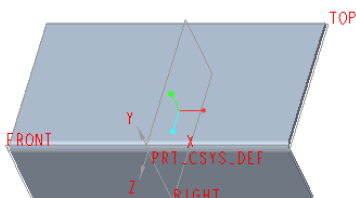
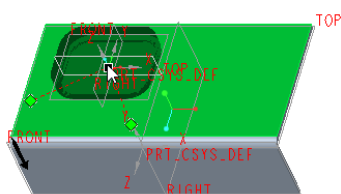

图 2-8 原始钣金件
图 2-9 指定放置参考以放置凸模
(1) 在“快速访问”工具栏中单击“打开”按钮 ,系统弹出“文件打开”对话框,选择 bj_2_2a.prt,在“文件打开”对话框中单击“打开”按钮,该文件中的原始钣金件如图2-8所示。
(2) 在功能区的“模型”选项卡中单击“成型”下的▼（下三角箭头）按钮，并单击（凸模）按钮，打开“凸模”选项卡。
(3) 从“凸模”选项卡的“凸模模型”下拉列表框中，选择预定义标准凸模模型 CLOSE_RECT_OFFSET_FORM_MM。
(4) 在“凸模”选项卡中单击（使用坐标系放置）按钮，并单击（从属复制）按钮。
(5) 在“凸模”选项卡中打开“放置”面板，接着在图形窗口中单击图 2-9 所示的钣金曲面以作为放置凸模的放置参考。